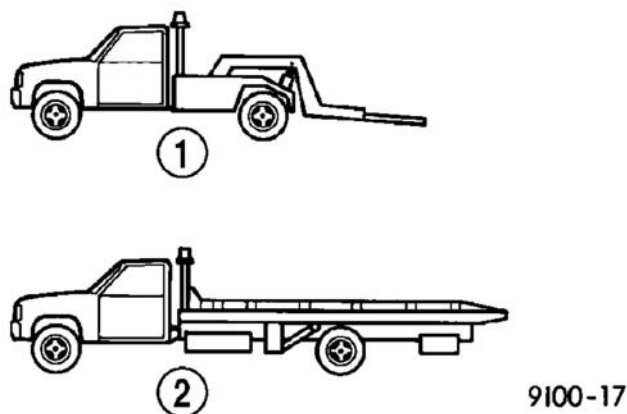

图 7 推荐的牵引方式
- 如果是前轮驱动车辆，建议使用平板牵引设备或车轮举升器（图 7）。
- 如果是全轮驱动车辆，建议使用平板牵引设备或车轮举升器和牵引小车（图 7）。